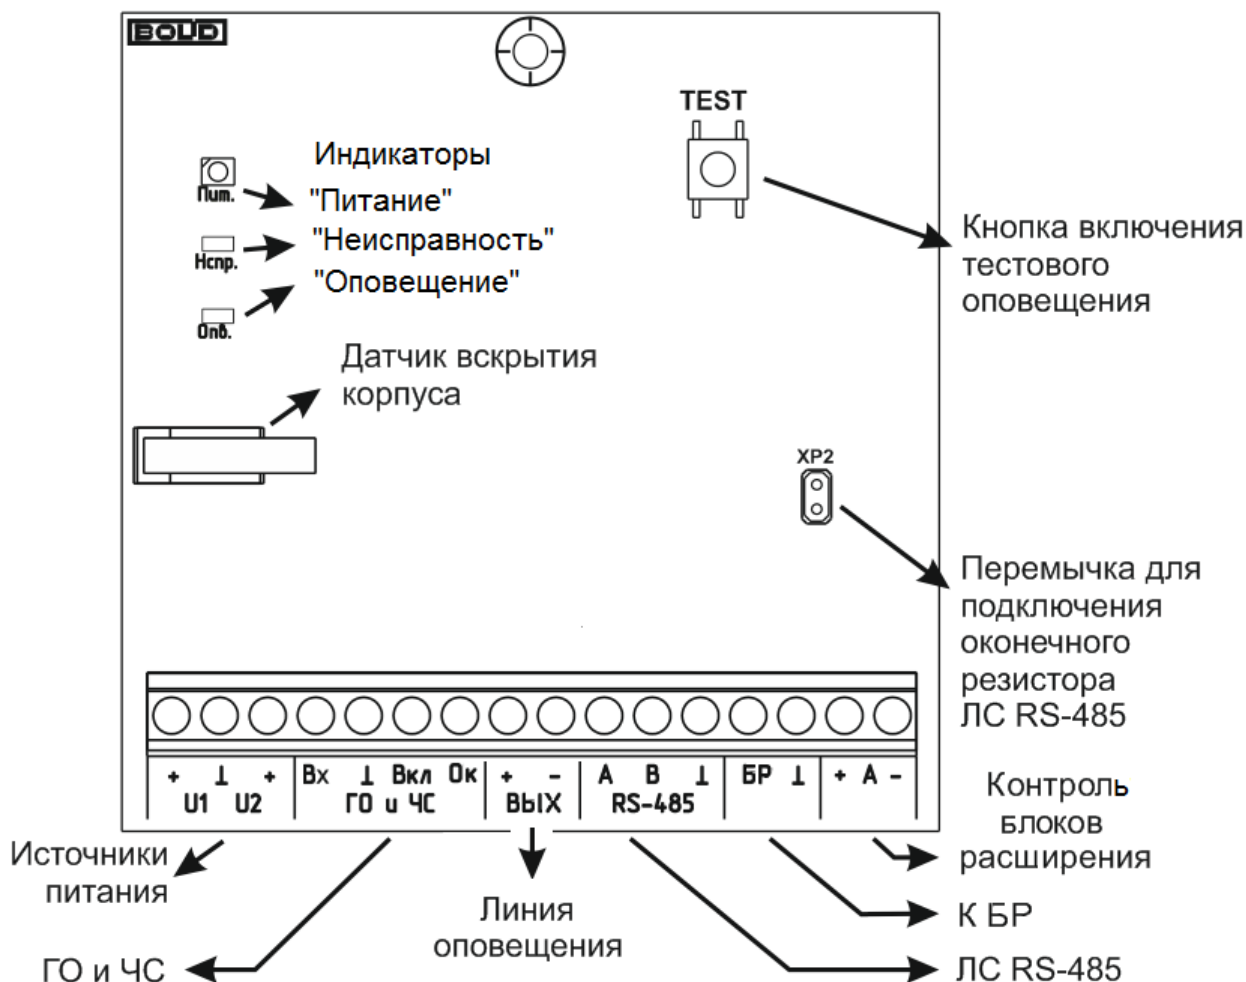

Рис. 3. Органы управления и индикации
4.4.2 К клеммам «А» и «В» подключить линию интерфейса RS-485 для работы с сетевым контроллером. Если блок не является первым или последним в линии интерфейса, удалить перемычку подключения оконечного резистора LC RS-485 (см. Рис. 3).
На плате блока имеются световые индикаторы, предназначенные для индикации режимов работы и состояния подключённых к нему внешних цепей, а также кнопка «Тест» и датчик вскрытия корпуса (см. Рис. 3). Назначение индикаторов приведено в Таблице 3.